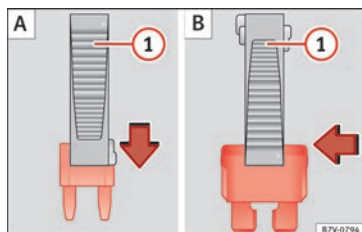

Fig. 62 Extraer o colocar un fusible.
- *Fusibles pequeños*: encaje la pinza desde arriba » **fig. 62 A**.
- *Fusibles mayores*: desplace la pinza lateralmente sobre el fusible » **fig. 62 B**.